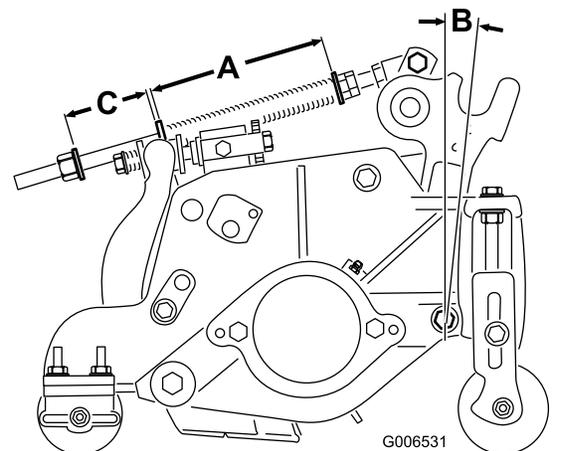

図 20
ターフ補正スプリング(図 20)は、Cuttingユニットの前から後ろへの「体重移動」を行います。これにより、ボビングと呼ばれる「波打ったような」仕上がりを防いでいます。
1. スプリングロッド後部のロックナットを締めて、すきま(C)を51 mmとする(図 20)。
2. スプリングロッド前部の6角ナットを締めて、スプリング(圧縮状態)の長さ(A)が15.9 cmになるようにする(図 20)。
注 アンジュレーションの大きなターフを刈る時は、ターフ補正スプリングの長さ（A）とすき間（C）を13 mm 大きくします（図 20）。